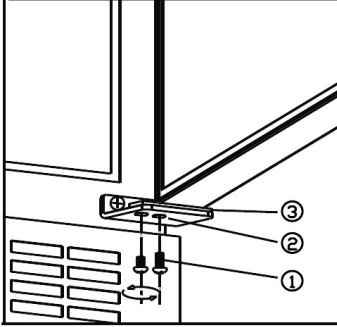

fig. 5.1
- Afmonter skruerne (1) **STØT DØREN!** Se fig. 5.1